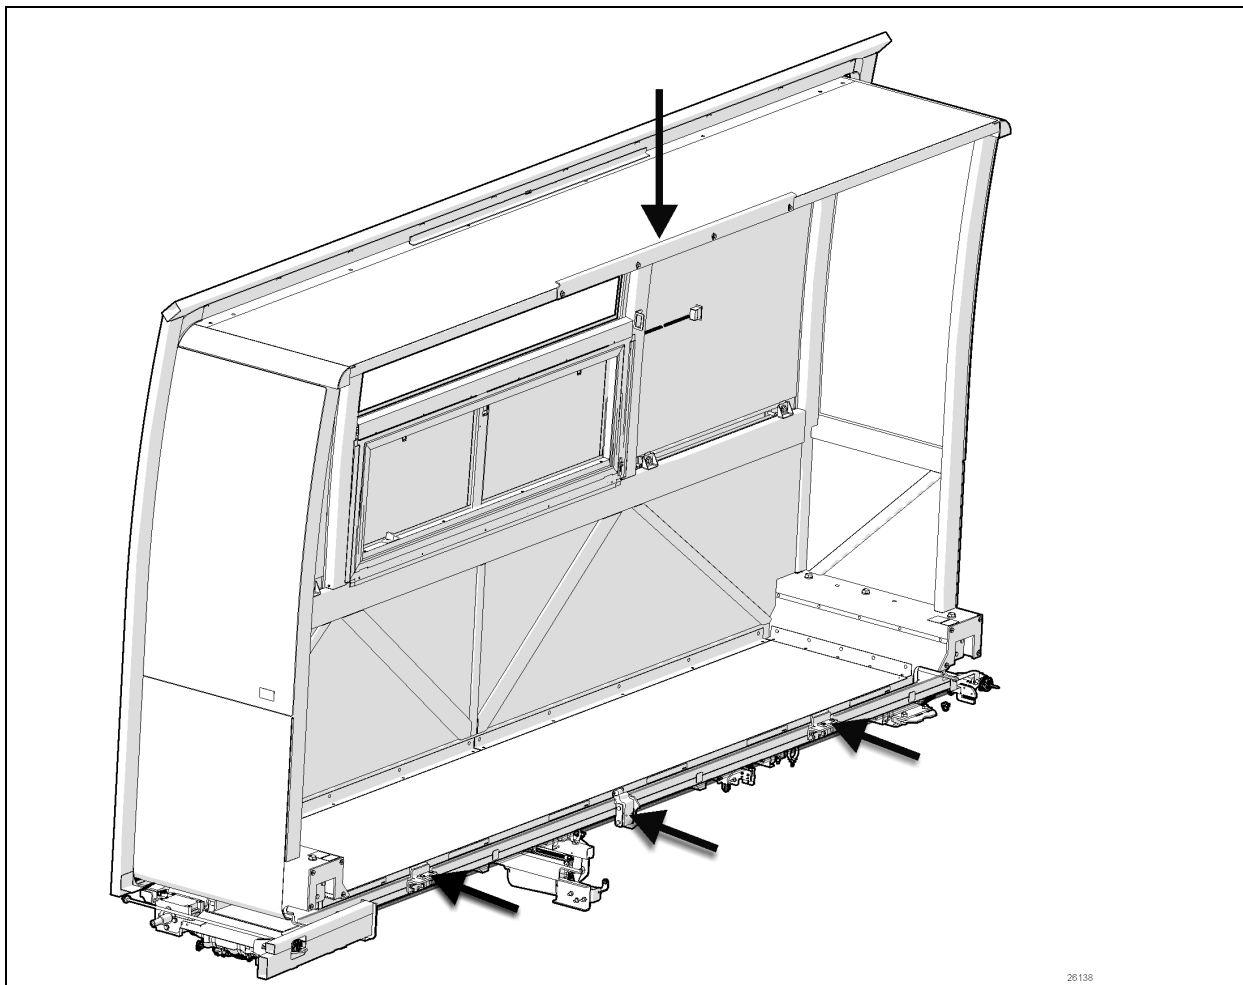

FIGURE 59: BUTÉES
Se référer de la Figure 54 à Figure 59 ci-dessus pour les descriptions qui suivent.
La rallonge coulissante est déplacée vers l'intérieur et l'extérieur sur une paire de paliers linéaires empilés (Figure 59, Items I and III). La puissance pour le déplacement provient de deux moteurs électriques synchronisés (C) orientés horizontalement sous chaque assemblage de palier linéaire. Le moteur entraîne un réducteur de vitesse à angle droit (D).
Les assemblages des paliers et des rails de la rallonge sont en paires superposés (Figure 59). La structure de la rallonge coulissante est attachée au rail supérieur (I). Le palier supérieur est attaché au rail inférieur (II). Le palier inférieur est attaché à la structure du véhicule (II).